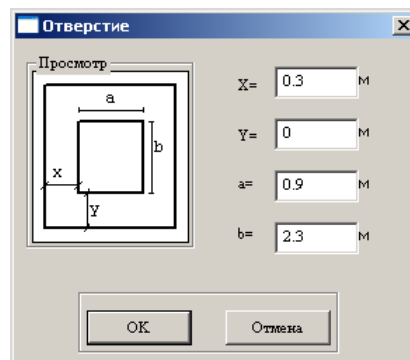

Рис.1.6.1. Окно диалога **Отверстие**
- в окне диалога **Отверстие** (рис.1.6.1) задайте следующие параметры: